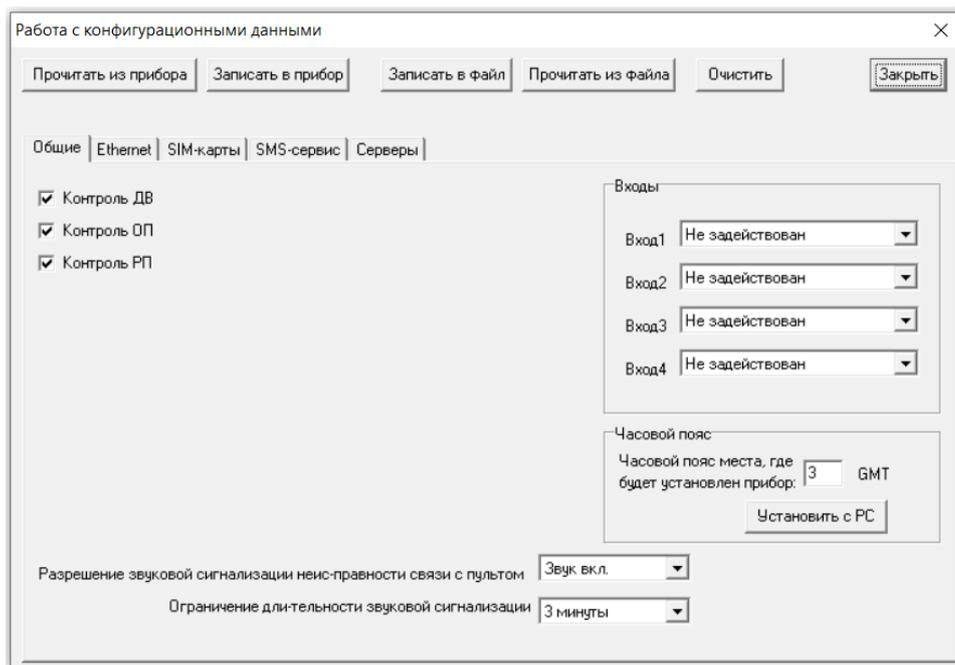

Рисунок 6.2
- Нажать кнопку "Работа с конфигурационными данными". Откроется окно работы с конфигурационными данными (Рисунок 6.2).